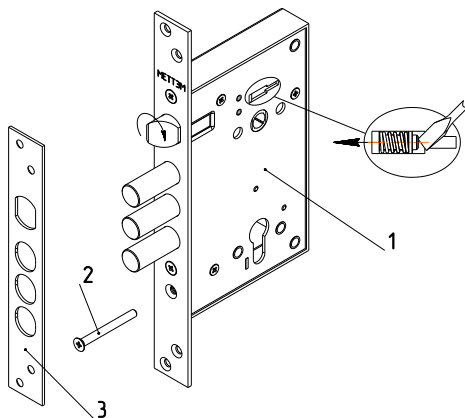

Рис.1
Комплектность замка приведена в таблице и показана на рис. 1.
4.2. Установить, при необходимости, защелку в соответствующее положение для правой или левой двери путем ее выдвигения из корпуса отверткой через паз в крышке замка и разворота на 180° вокруг своей оси (см. рис.1). **При перевоороте защелки лицевую планку снять, отвернув винты крепления.**